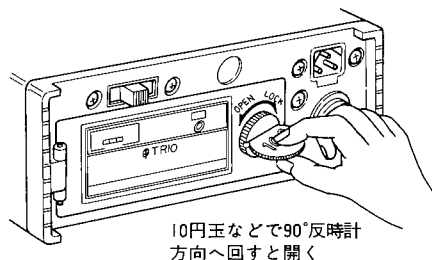

図1 電池ケースのふたのあけかた
- ① ケース底の電池着脱ネジをコイン等でまわし、電池ケースのふたをあけます(図1参照)。
- ② UM-3型マンガン電池またはアルカリ電池(1.5V)等を使用する場合は、電池9本と付属のダミー電池1本を、電池ケースへ挿入してください。